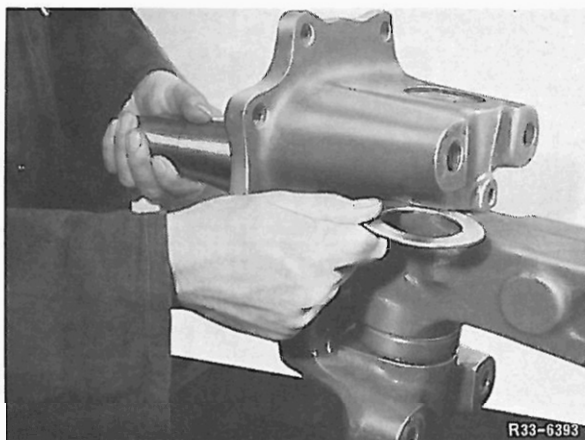

Bild 59
- 1 Der Vorderachsschenkel ist möglichst ohne Axialspiel zu montieren. Dies wird durch den Einbau entsprechend dicker Ausgleichscheiben erreicht (Bild 59).